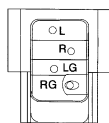

Figure 2
- Use needle-nose pliers to connect the colored wires from the tonearm headshell to the corresponding pins on the cartridge. See Table 1 and Figure 2.
2. Mit einer Nadelzange wie in Tabelle 1 angeführt die Drähte vom Tonarmkopf an den Stiften auf dem Tonabnehmer anschließen. **Siehe Abbildung 2.**